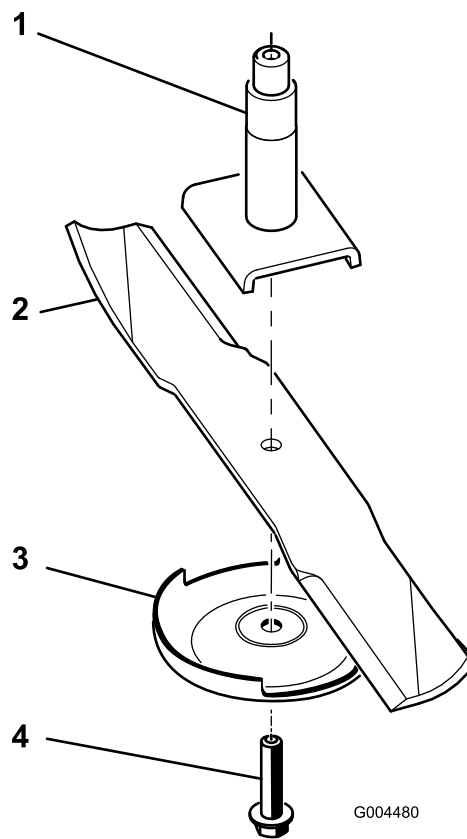

図 73
2. スピンドルのシャフトからブレードボルト、芝削り防止プレート、ブレードを取り外す（図 73）。
注 ブレードが水平に停止すればバランスがとれているからそのまま使用してよい。もし傾くようなら、重い方の裏面を少し削って調整する（図 73）。バランスがとれるまで調整する。
1. スピンドルシャフトにブレードを取り付ける（図 73）。
2. 芝削り防止プレートとブレードボルトを取り付ける（図 73）。